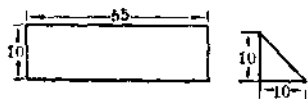

图 11
9. 三角挡和挡料板: 用 $10 \times 10 \times 55$ [毫米]³ 木条一条削成端面为三角形的木条 (图 11), 然后钉在右面支架板脚边